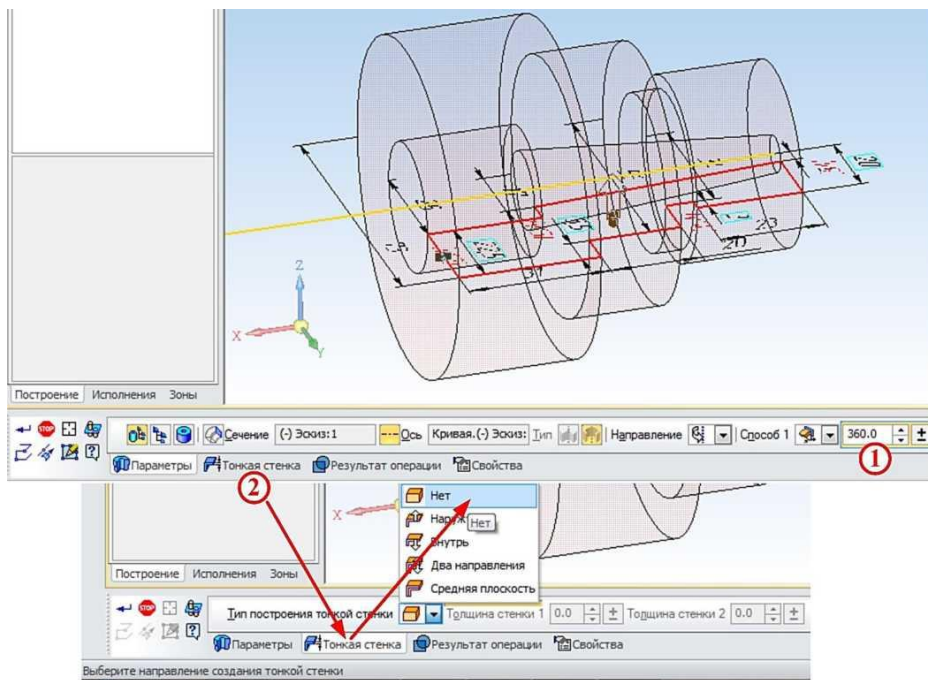

Рисунок 2.
2. Выйти из режима **Эскиз** и на панели инструментов **Компактная** нажать кнопку **Редактирование детали**. Далее на нижней части панели на расширенной вкладке нажать кнопку **Операция вращения** и убедиться, что в панели свойств задан угол поворота эскиза **I** ( $360^\circ$ ) и выключена опция **Тонкая стенка 2**, рис. 2.